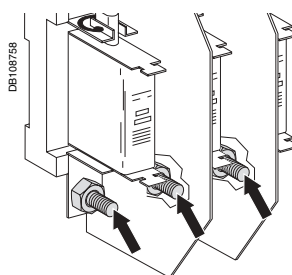

Fig. 15: conexión de potencia cofrets C1 y C2.
- conectar las fases marcadas L1, L2, L3 en los terminales marcados L1, L2, L3 (fig. 15, 16, 17 y 18).